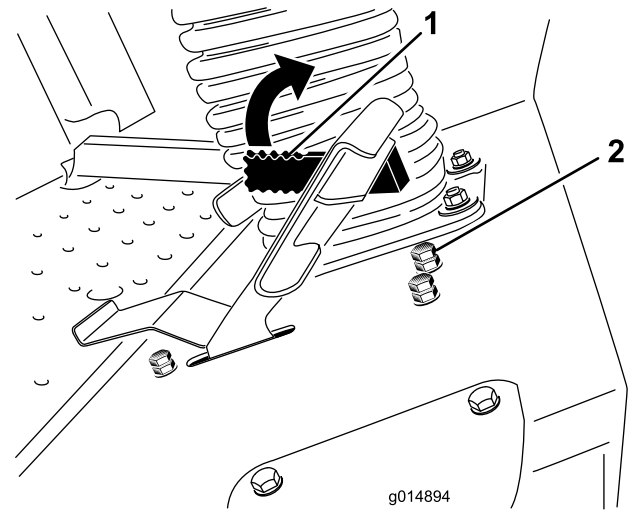

Figura 51
- Afije la contratuerca del perno de tope del limitador de velocidad (Figura 51).
La palanca del limitador de velocidad (Figura 51) puede moverse hacia adelante para limitar la velocidad de tracción durante el uso.